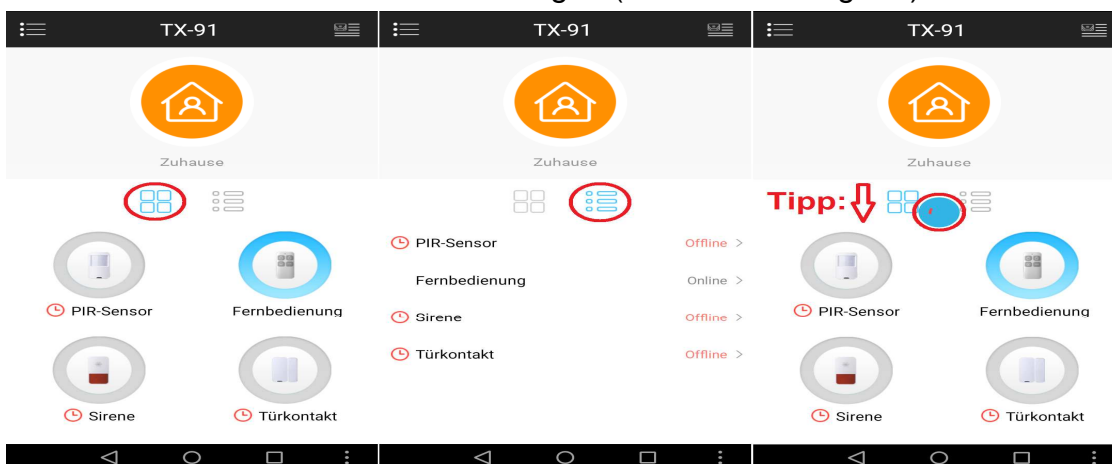

Abb. 6-3
- 2. Sensoren in einer Liste anzeigen (Siehe Abbildung 6-3).